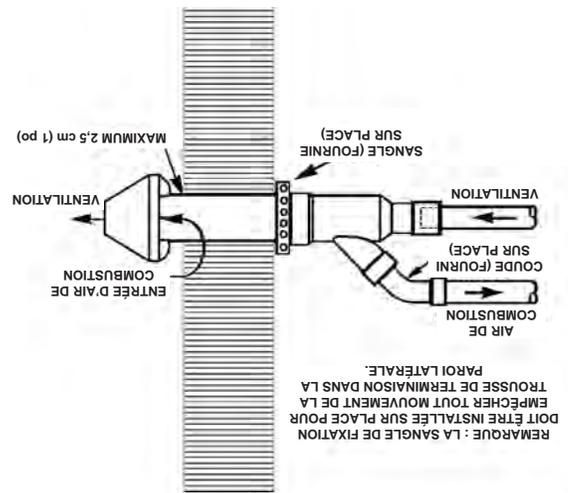

Figure 31
6. S'assurer que la connexion en Y est orientée de sorte que le côté entrée d'air du Y est sur le dessus, voir Figure 31.
7. Fixer l'ensemble à la structure tel qu'illustré dans la Figure 31 à l'aide du cerclage en métal fourni sur site ou de matériaux de support équivalents.
8. Cimentez les tuyaux d'air de combustion et de ventilation du chauffe-eau à l'ensemble terminaison de ventilation concentrique. Voir Figure 31 pour une orientation et un raccordement de tuyau appropriés.